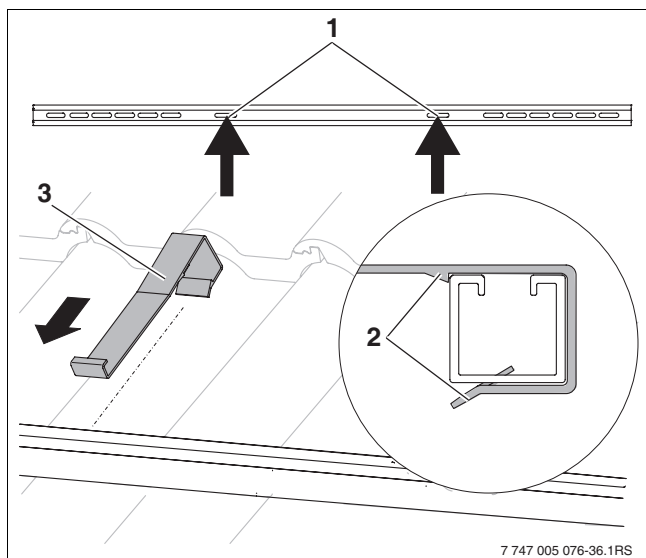

Bild 46 Abrutschsicherung einhängen
- Abrutschsicherungen (Bild 46, [3]) jeweils in den innen liegenden Langlöchern [1] von außen so weit über die Profilschienen schieben, bis sie einrasten [2].